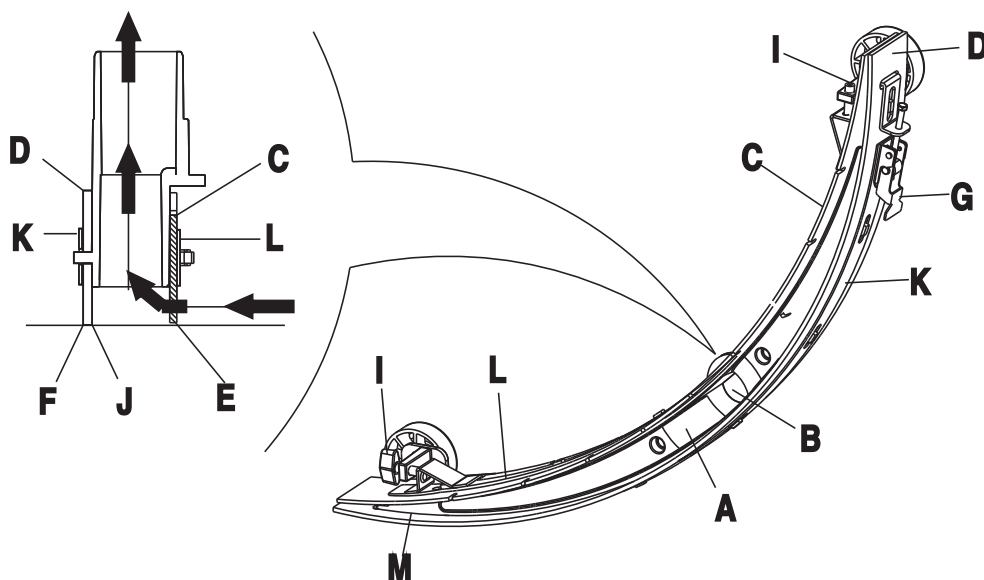

FIGURE 15
2. Appuyez sur l'interrupteur principal (41) pour le mettre sur "O" et éteindre la machine.
3. Dévissez l'écrou de fixation de la raclette (16), retirez le tuyau d'aspiration de la raclette et déposez celle-ci.
4. A l'aide de la poignée de réglage de la raclette (14), relevez le support de fixation de la raclette.
5. A l'aide d'un chiffon humide, nettoyez la raclette (Figure 15). Nettoyez en particulier la rainure (A, Figure 15) et enlevez les saletés et les fragments accumulés sur le tuyau d'aspiration. Vérifiez que la lame avant (C) et la lame arrière (D) sont en bon état et si les bords sont fendus ou abîmés. Remplacez-les si nécessaire (voir la procédure à suivre, au chapitre suivant).
1. Suite à la procédure décrite au chapitre précédent pour nettoyer la raclette (Figure 15)
2. Vérifiez le bord (E, Figure 15) de la lame avant de la raclette et le bord (F) de la lame arrière (D). Celles-ci doivent être régulières sur toute leur longueur. Si ce n'est pas le cas, réglez la hauteur de celles-ci en suivant la procédure ci-après.
- Desserrez l'attache (G) de façon à dissocier la lame arrière (D) du support (M) pour pouvoir régler la position de la raclette. Une fois ce réglage effectué, remettre l'attache en place.
- Desserrez la vis située sur la poignée (I) de façon à régler la lame avant de la raclette (C) ; une fois le réglage effectué, resserrez la vis de la poignée.
3. Vérifiez que la lame avant (C) et la lame arrière (D) sont en bon état et que les bords ne sont pas fendus ou abimés. Si ceux-ci sont abimés, remplacez-les en procédant comme indiqué ci-après. Si le bord avant de la lame arrière (J) est usé, il est possible de retourner la lame et de la remettre en place (pour cela, le bord supérieur doit être en bon état). Si le bord supérieur est lui aussi usé, remplacez la lame en procédant comme indiqué ci-après.
- Desserrez l'attache (G) pour dissocier la lame du support (M) ; retirez la barre d'attache (K) puis remplacez ou retournez la lame arrière (D). Remettez la lame arrière en place en procédant dans l'ordre inverse du démontage.
- Desserrez la vis de la poignée (I) et enlevez la barre d'attache avant (L), puis remplacez la raclette avant (C). Remettez la lame avant en place en procédant dans l'ordre inverse du démontage. Après avoir remplacé la lame de la raclette, réglez le niveau des lames avant et arrière en vous référant aux procédures décrites précédemment.
4. Raccordez le tuyau d'aspiration (11) à la raclette.
6. Si nécessaire, réglez la raclette à l'aide du bouton de réglage (20) (voir les procédures d'équilibrage de la raclette).